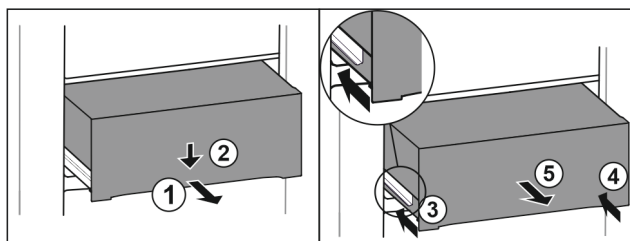

Fig. 191
- Tërhiqni jashtë sirtarin deri në gjysmë. Fig. 191 (1)
- Shtypni për poshtë sirtarin në pjesën përpara. Fig. 191 (2)
- Shtyni brenda shinën e majtë rreth 2 cm. Fig. 191 (3)
- Shtyni brenda shinën e djathtë rreth 2 cm. Fig. 191 (4)
- Hiqeni sirtarin nga përpara. Fig. 191 (5)